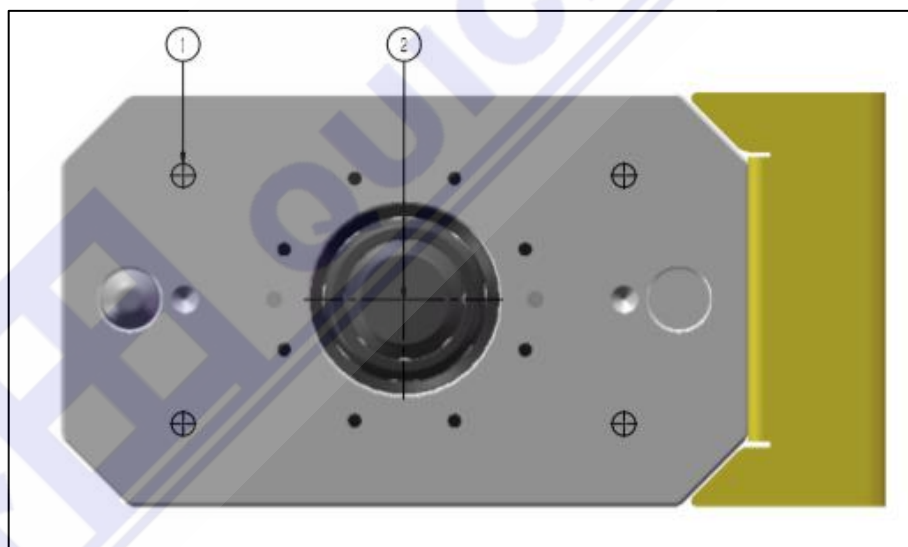

图 5-5. 移除工件后的定位法兰侧安装面
- 移除工件，露出定位法兰的通孔以及安装孔位，如图 5-5。